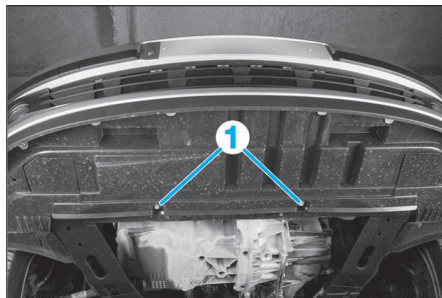

FIG. 1
- les vis inférieures (1) (Fig.1),